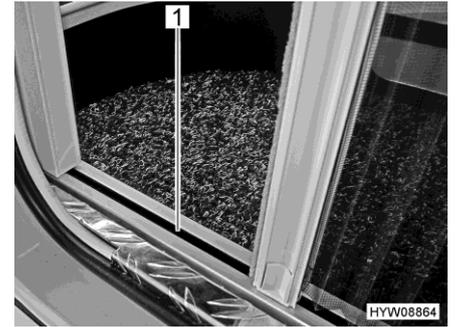

Fig. 41 Protezione contro gli insetti (guida inferiore)
- ▷ Durante l'apertura e la chiusura, afferrare la barra di presa con entrambe le mani. In questo modo è possibile limitare la possibilità che la protezione contro gli insetti si inceppi nelle guide (Fig. 41,1).